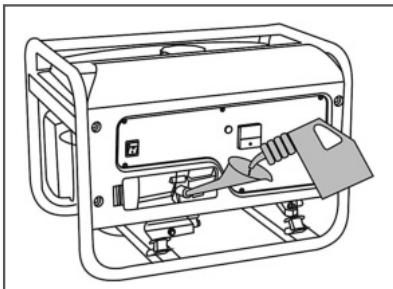

Рис. 8 Заправка двигателя маслом
4. Используя воронку из комплекта поставки генератора, залейте необходимый объём масла рекомендованной категории и вязкости, соответствующей температуре окружающего воздуха (Рис. 8).